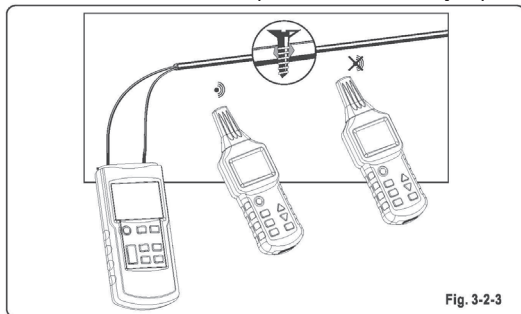

Fig. 3-2-3
- *Conecte el emisor de acuerdo con la Fig.3-2-3